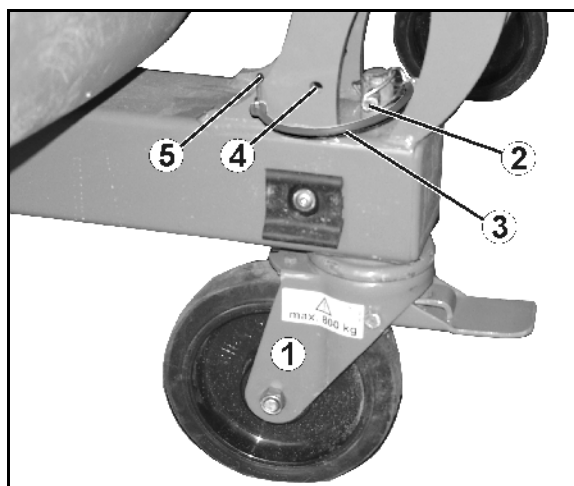
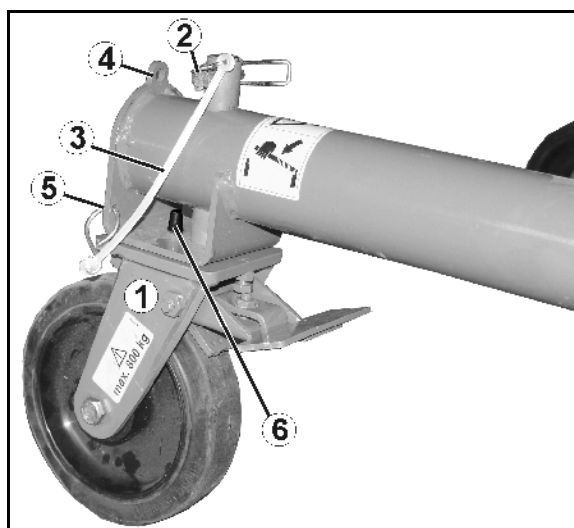

Fig. 55
Fig. 56
5. **Roulettes articulées à l'avant** (Fig. 55/1) / **Roulettes fixes à l'arrière** (Fig. 56/1) :
- o Montez-les et verrouillez-les avec une goupille (2), ou
Veillez lors du montage des roulettes fixes à ce que l'axe (Fig. 56/6) soit enchâssé dans l'alésage du bâti et maintienne ainsi les roulettes dans le sens de la longueur.